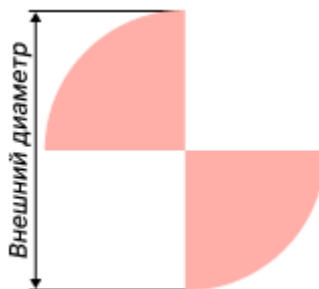

Рис. 166 Параметры апертуры
- Внешний диаметр – значение может быть задано в диапазоне 0,01 – 100 мм с шагом 0,1 мм, см. Рис. 166.